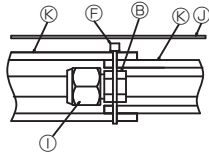

Fig. 3-15
- (2) Envuelva las cubiertas de las tuberías de conexión y asegúrelas con una brida ⑤.
- (3) Coloque el aislamiento ④ de modo que cubra las partes cortadas de las tuberías de conexión. (Fig. 3-15)